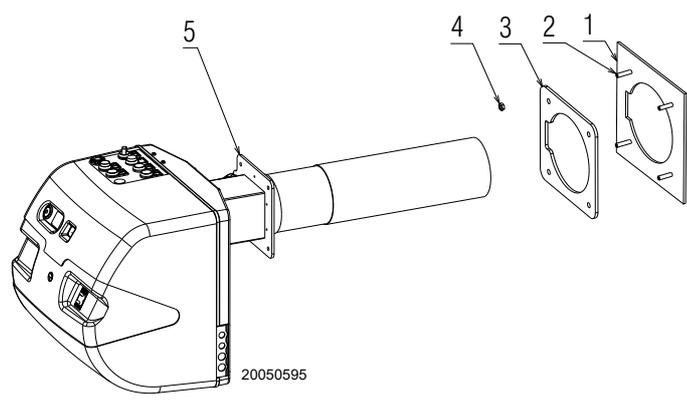

Abb. 20
- Achtung: Verwenden Sie ein geeignetes Dichtungsmittel und prüfen Sie die Gasdichtheit (Abb. 20).